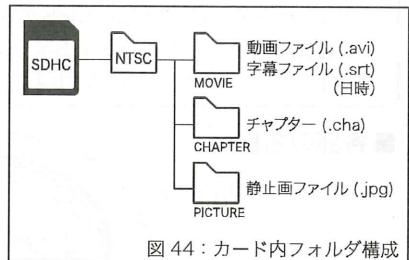

図 44: カード内フォルダ構成
- ・ 本装置で作成されるデータフォルダは右図(図 44)のような状態で構成されています。